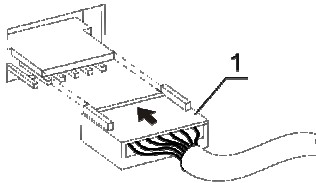

Abb. 1 Abschluss des Thermoblocks
- Wählen Sie einen Thermoblock aus und schließen Sie nach dem Schema in Abb. 1/1 den Stecker an die Kontaktklemme auf der Unterseite des Thermoblocks an. Vergewissern Sie sich, dass die Klemme fest sitzt.
- Lösen Sie die vier Rändelschrauben, heben Sie den Block heraus, ohne das Kabel zu beschädigen, und ziehen Sie den Stecker (Abb. 1/1).